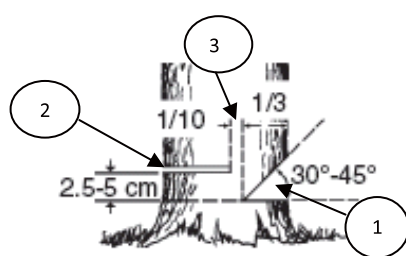

Рис.11
9. Выберите направления падения дерева, для этого следует учесть силу и направление ветра, естественный наклон дерева, равномерность распределения веток в кроне дерева. Начните пилить с той стороны дерева, куда оно должно упасть (Рис. 11).